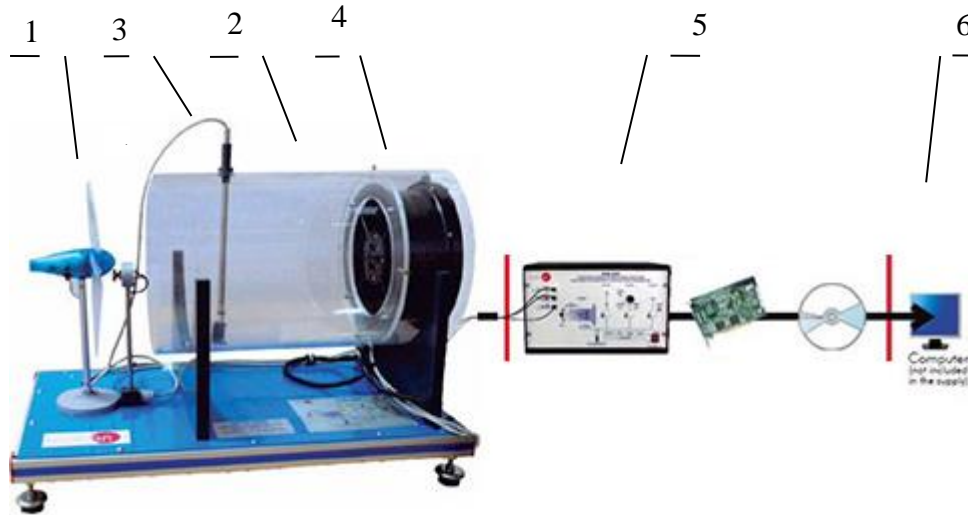

Fig. 2 Elementos requeridos: 1 ventilador, 2 túneles de viento, 3 anemómetros, 4 rotores, 5 - Sistema de control (SCADA) INIT1, 6 - ordenador
b) Procedimiento de la Práctica (fig. 2)